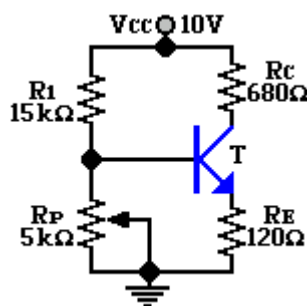

Figura 6.4
7. Arme el circuito de la figura 6.4.